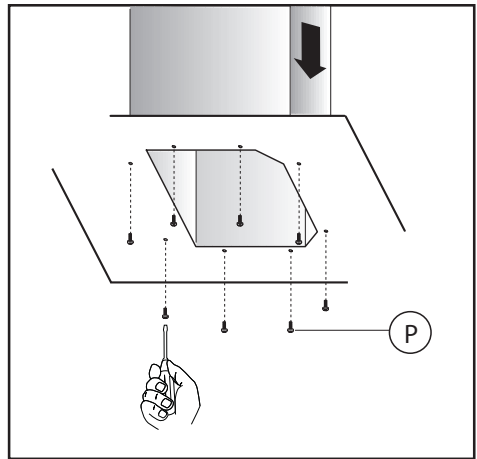
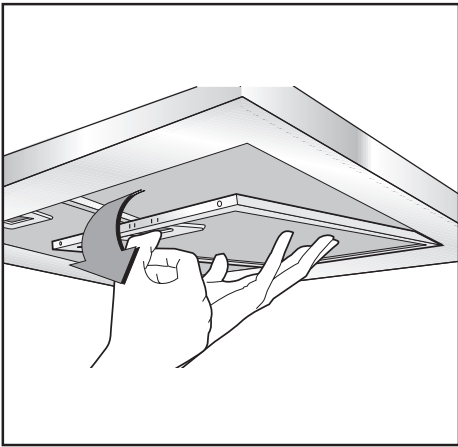

Fig.14
Fig.16
• Det minimala avståndet mellan kokkärlens underlag på kokhällen och spisfläckens nedre del måste vara minst **65 cm**. I det fall ett anslutningsrör används som består av två eller flera delar, måste den övre av delarna träs utanpå den undre delen. Anslut inte kåpan utloppsrör till luftkanaler i vilka varmluft cirkulerar, eller kanaler som används för att evakuera rök från apparater som drivs med annan typ av energi än elektrisk energi. För att förenkla handhavandet av apparaten ska antifettfiltret/-en tas ur innan monteringsmomenten påbörjas (Fig.16).
Om din apparat är försedd med ett nedre rökrör som behöver fästas vid fläktkåpan med skruvar, ska fettfiltren först plockas ur kåpan, det gör du genom att vrida på handtagen (Fig.16). Om det är nödvändigt, fäst den nedre skorstenskåpan på kåpan med skruvarna **P** (Fig.14) inifrån kåpan. Sätt sedan tillbaka filtren på plats.